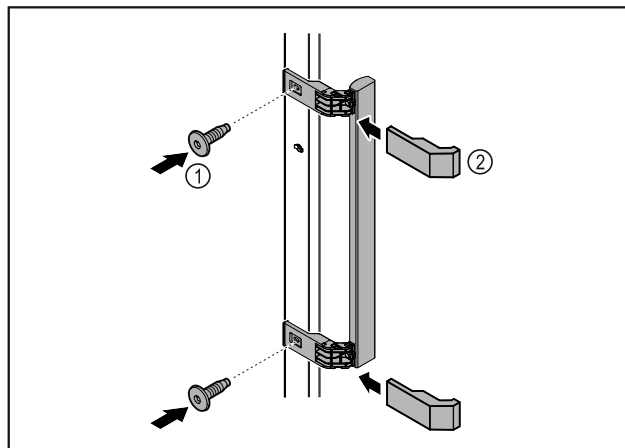

Fig. 8
- ▶ Montera handtaget från tillbehörspaketet på dörren med de skruvar Fig. 8 (1) som medföljer.
- ▶ Sätt på skyddet Fig. 8 (2).